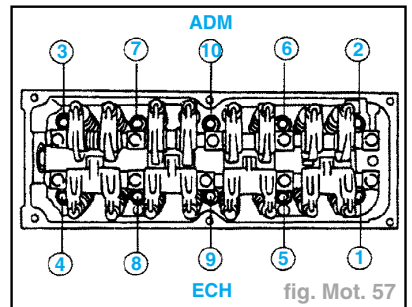

fig. Mot. 57
- Desserrer les boulons de culasse dans l'ordre indiqué (fig. Mot. 57).
- Desserrer les boulons de la culasse dans l'ordre indiqué (fig. Mot. 57).